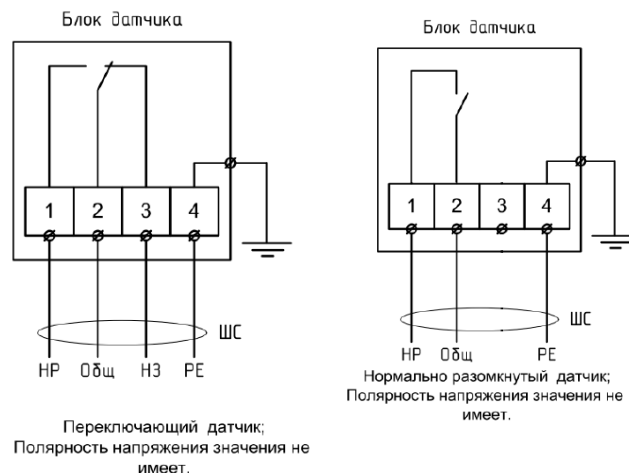

Рис.5 Электрическая схема извещателей Ex IO102 МК
- 4.5 Извещатели выпускаются с нормально разомкнутым и с переключающим контактом. Нормально разомкнутый контакт в дежурном режиме (в поле действия магнита) замкнут и размыкается в режиме «Тревога» (рис.5, а). Переключающий контакт имеет нормально замкнутый и нормально разомкнутый контакты. В дежурном режиме (в поле действия магнита) нормально разомкнутый контакт замкнут, а нормально замкнутый разомкнут, в режиме «Тревога» контакт переключается в противоположное состояние (рис.5, б).
- 7.5 Подключить провода к клеммным зажимам платы в соответствии с электрической схемой рис.5. Оголенные участки не должны выступать из клеммного зажима.